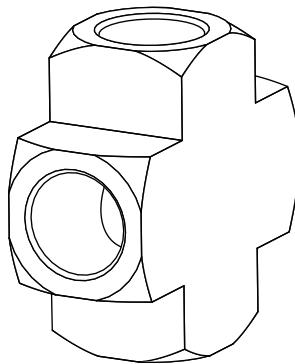

Figure 1
Le collecteur série 240 s'utilise soit avec deux bouteilles (une de chaque côté), soit avec plusieurs bouteilles de chaque côté. Tous les systèmes sont fournis avec un adaptateur multi-port pour connecter jusqu'à 3 bouteilles de chaque côté. Voir Figure 1. Les ports qui ne sont pas utilisés doivent être bouchés. Tous les raccords doivent être scellés avec du ruban Teflon et bloqués avec une clé.
6. Installez l'adaptateur multi-port (Figure 1) aux deux raccords d'entrée gauche et droit à l'aide du matériel fourni. Tous les raccords doivent être accompagnés d'un ruban Téflon servant de raccord fileté et doivent être serrés avec une clé.